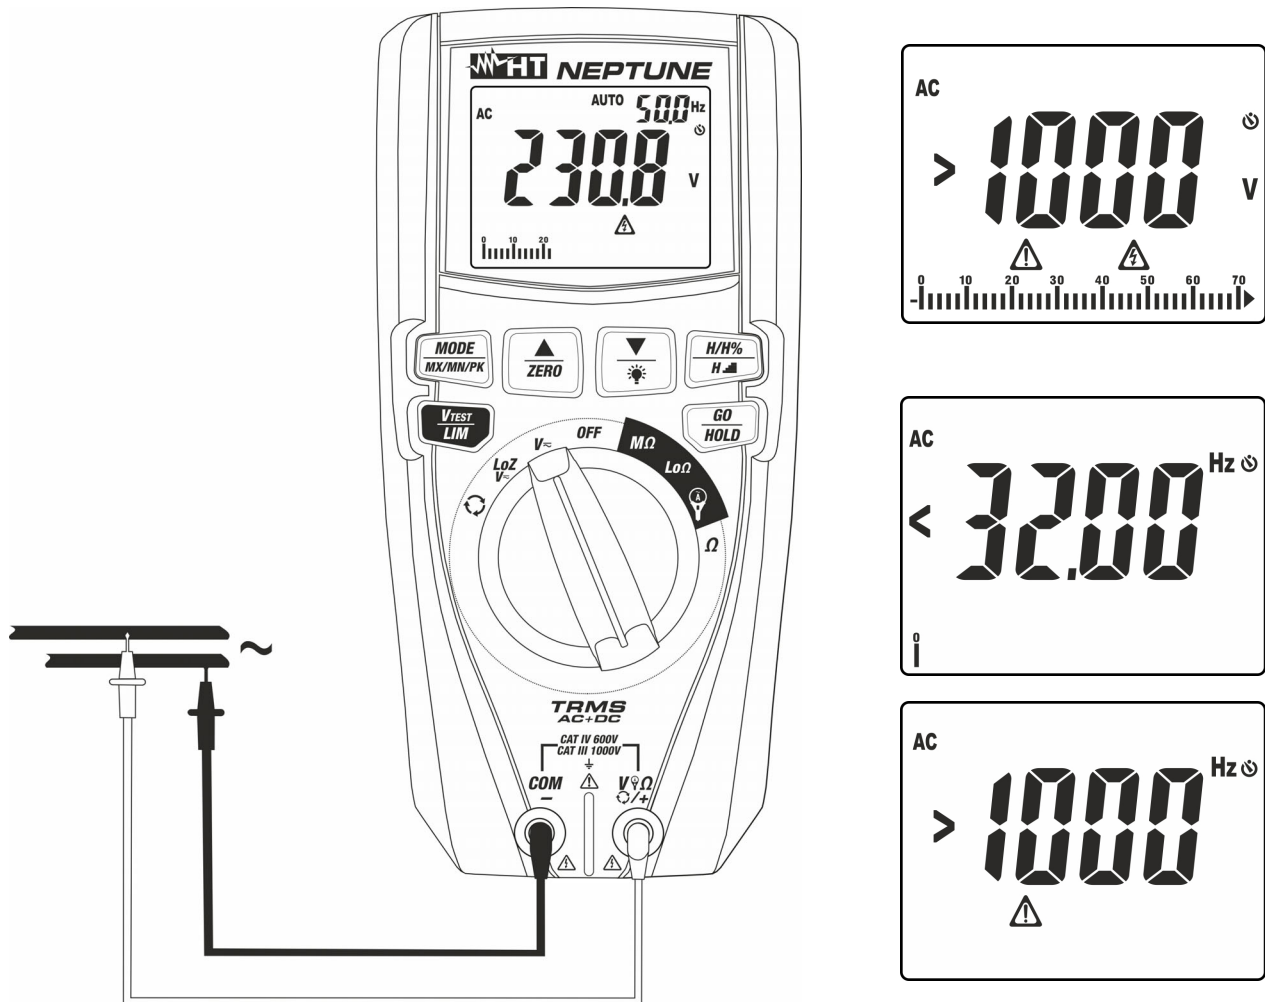

Fig. 7: Utilisation de l'instrument pour la mesure de la Tension CA
4. Positionner l'embout rouge et l'embout noir dans les points du circuit sous test (voir la Fig. 7). La valeur de la tension apparaît à l'écran. La valeur de la fréquence de la tension est affichée en haut à droite de l'écran. Cliquer sur la touche **MODE/MX/MN/PK** pour afficher la valeur de la fréquence avec une plus grande résolution.
5. Si le message «>1000V» est affiché à l'écran (voir Fig. 7), cela indique que le fond d'échelle de l'instrument a été atteint.
6. Si les messages «<32Hz» ou «>1000Hz» sont affichés (voir Fig. 7), la valeur de la fréquence se trouve en dehors de l'intervalle de mesure 32Hz - 1000Hz.